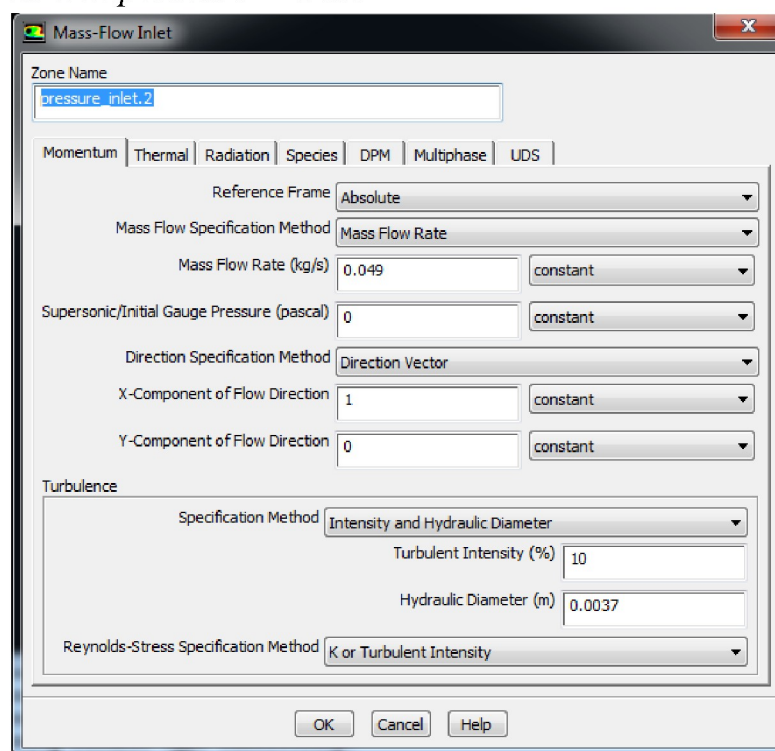

Рисунок 78 – Меню настройки границы *pressure_inlet.2*
- а. Установить параметры для границы, имеющей наименование *pressure_inlet.2* (рисунок 78):